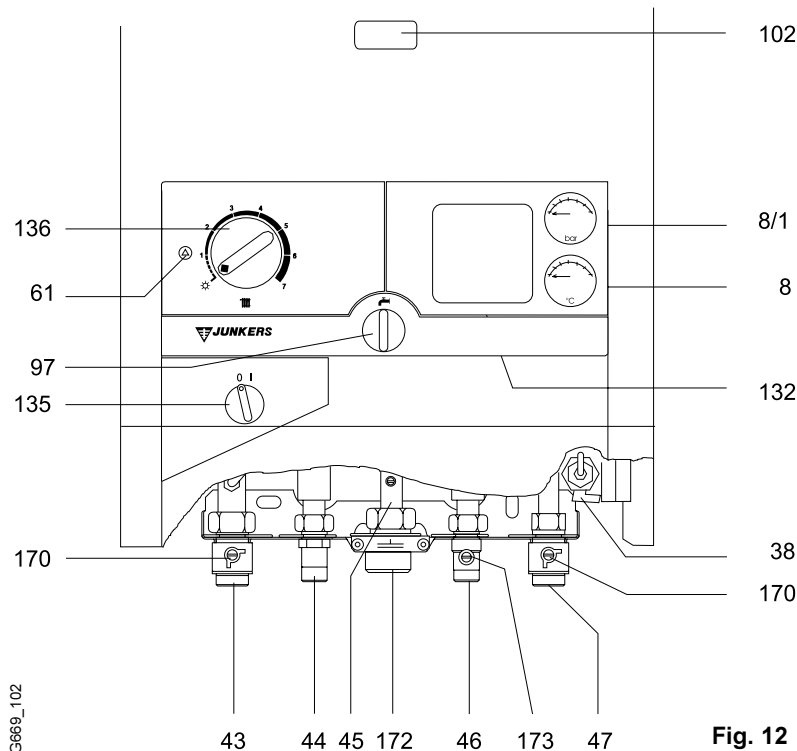

Fig. 12
Comprobar si el selector de temperatura (pos. 136, fig. 12) desconecta el gas al quemador a la temperatura máxima ajustada.
Si ocurre alguna avería durante el funcionamiento de la caldera, el LED (pos. 61, fig. 2) parpadeará con una frecuencia según el código de avería. La caldera solo volverá a funcionar si el usuario presiona el botón de desbloqueo (pos. 61, fig. 12) y la causa de la avería ha sido eliminada.
Se informará al cliente del rellenado y purgado de la instalación, así como el control de la presión de agua en el manómetro (pos. 8/1, fig. 12) (Preparación para la puesta en marcha de la instalación, pag. 15).
Comprobar las llamas del quemador por el orificio de control (pos. 102, fig. 12).
Cerrar la llave de paso de agua fría (pos. 173, fig. 12).
Llaves de corte de calefacción (pos.170, fig. 12)
Llave de entrada agua fría (pos. 173, fig. 12)
Llenar la instalación hasta aprox. 1,5 bar, abriendo la llave de llenado (solo para ZW, pos. 38, fig. 12), en los modelos ZS puede instalarse, una llave de llenado en el punto de llenado (pos. 376, fig. 2) de la caldera o bien en otro punto cualquiera de la instalación.